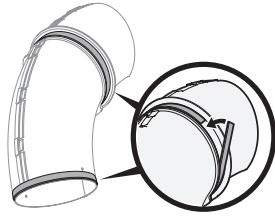

Figura 21
1. Retire el revestimiento de una de las tiras de espuma autoadhesiva angostas que se han incluido con su colector de césped. Aplíquela al canal superior, a nivel contra la brida como se indica en la Figura 21.
2. Retire el revestimiento de la otra tira de espuma autoadhesiva angosta y aplíquela al borde de abajo del tubo del canal superior, al ras con el borde como se muestra en la como se indican la Figura 21.